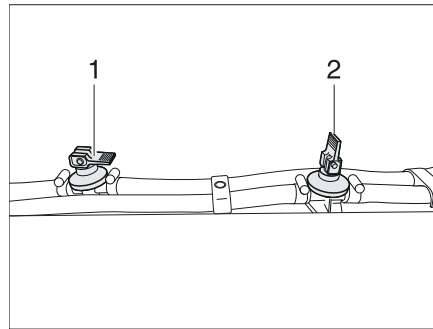

Fig. 292 Robinet de vidange
- Ouvrir tous les robinets de vidange. Pour cela, placer le levier à bascule (Fig. 292,2) en position verticale.